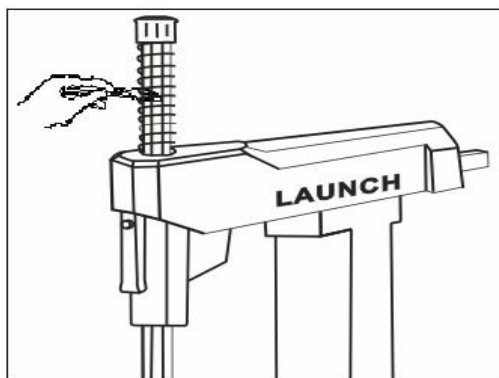

Fig.36
- Halten Sie die Sechskantsäule sauber und trocken (Säubern wie in Fig. 36).